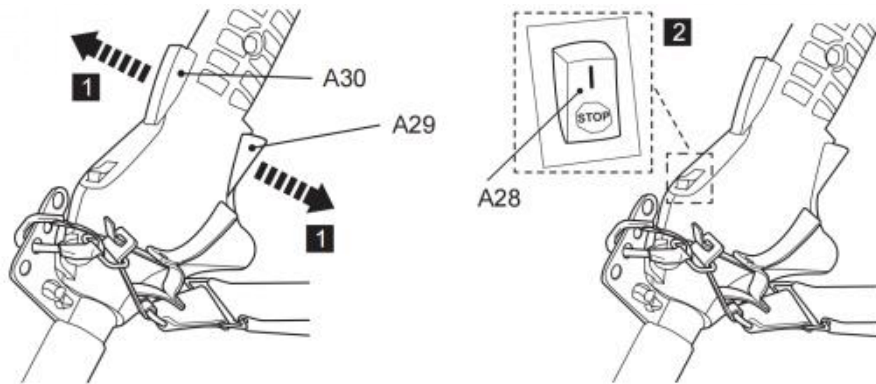

Fig. 42
2. Ställ tändningslåset (A28) i läge "STOPP" (Fig. 42).